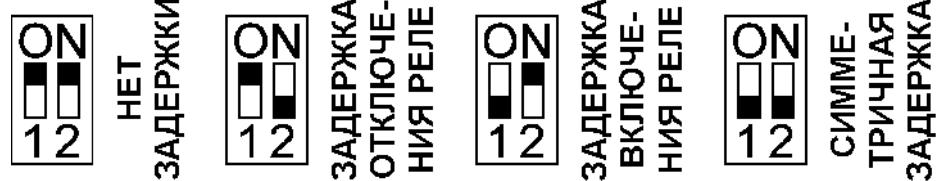

Рис. 4. Внутренние переключатели датчика РДД-02А.
Приёмо-передающий модуль I содержит генератор и приёмник радиосигнала с отдельными антennами и смесителем, на выход которого выдается сигнал на разностной частоте. Формирователь импульсов III запускает генератор, который излучает в направлении объекта радиосигнал. Отражённый от объекта радиосигнал возвращается обратно. Если объект неподвижен, то частоты излученного и принятого сигналов совпадают и напряжение на выходе модуля I отсутствует. При движении объекта за счет эффекта Допплера на выходе модуля I появляется напряжение, поступающее на фильтр II, который восстанавливает огибающую допплеровского сигнала. После усилителя V сигнал подается на компаратор VI, где он сравнивается с пороговым напряжением, значение которого задается регуляторами «Чувствительность грубо» и «Чувствительность точно». Если амплитуда допплеровского сигнала превышает установленный порог, то на выходе компаратора появляются импульсы, которые преобразуются в постоянное напряжение выпрямителем VII. Свечение светодиода «Порог» свидетельствует о том, что в зоне чувствительности датчика имеется движение объекта. Далее сигнал подаётся на схему задержки по времени VIII, которая содержит два переключателя и регулятор «Время». Когда оба переключателя разомкнуты, задержка между моментом начала движения объекта и моментом включения реле равна задержке между моментом окончания движения и моментом отключения реле. Длительность задержки определяется положением движка регулятора «Время». Если необходима только задержка включения или задержка выключения, то размыкается один из переключателей, при необходимости симметричной задержки – оба (рис. 4).
7. Установить переключатели времени задержки в соответствии с рис. 4.